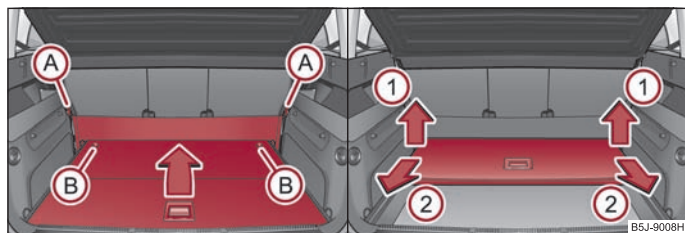

Fig. 62 Portbagajul: Plierea / Extragerea suprafeței de încărcare variabile
- Desprindeți curelușele (A) ⇒ fig. 62 peretelui despărțitor elastic, din punctele de fixare.
- Prin rotirea bolțului de siguranță (B) cca. 180° spre stânga, deblocați podeaua variabilă ⇒ fig. 62.
- Ridicați suprafața de încărcare variabilă în sensul indicat de săgeata (1) ⇒ fig. 62 și scoateți-o trăgând în sensul indicat de săgeata (2) ⇒ fig. 62.
- Prin rotirea bolțului de siguranță (B) ⇒ fig. 62 cca. 180° spre dreapta, blocați podeaua variabilă.